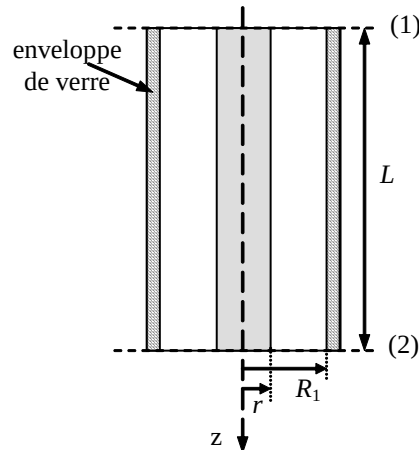

figure 2
La figure 2 représente précisément le capillaire agrandi. Le liquide s'y écoule verticalement, c'est-à-dire depuis le plan (1) vers le plan (2). On suppose l'écoulement permanent. L'axe Oz est un axe vertical descendant.
On s'intéresse à une portion de liquide (représentée en grisé dans la figure 2) contenue dans un cylindre de rayon r ($r < R_1$), comprise entre les plans (1) et (2) distants de L . On rappelle que sur la surface latérale S de ce cylindre de rayon r s'exerce une force de viscosité ici parallèle à Oz et dont la norme est $\|\vec{F}\| = S\eta \left| \frac{\partial v}{\partial r} \right|$, où